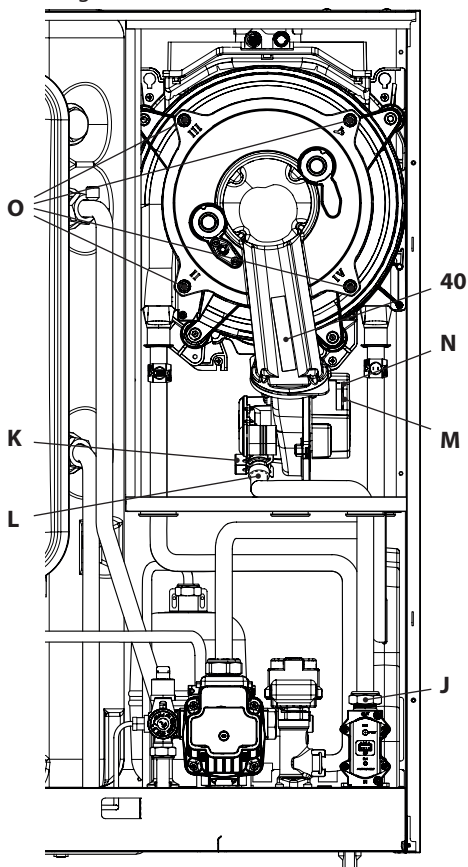

Figura 9.14
Rimozione del gruppo bruciatore ventilatore 40 in Figura 9.14.
- Scollegare il connettore **M** tirandolo verso il basso (Figura 9.14).
- Scollegare il connettore del ventilatore **N** tirandolo verso il basso (Figura 9.14).
- Svitare i dadi **O** e rimuovere il gruppo bruciatore ventilatore 40 (Figura 9.14)